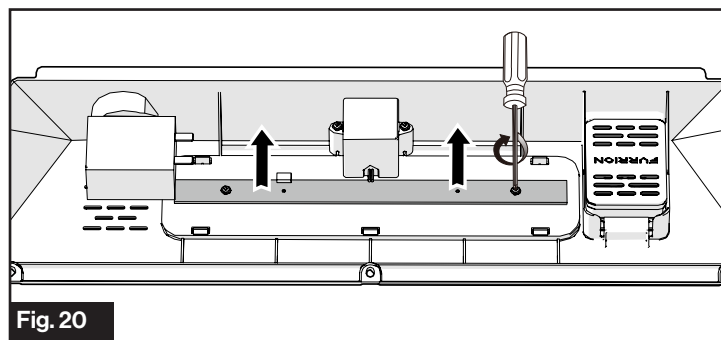

Fig. 20
3. Retirez l'agrafe et les deux vis pour remplacer la lampe LED usagée par une lampe LED neuve. Fixez l'agrafe, puis serrez les vis. Ensuite, réinstallez le couvercle. (Fig. 20)